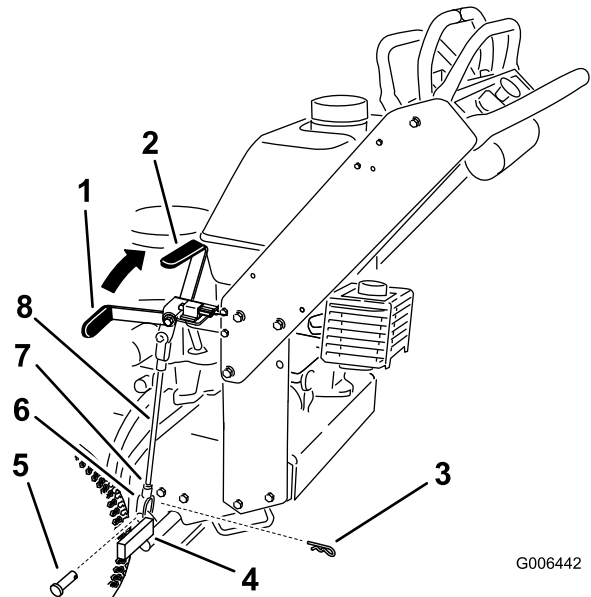

Figure 36
Remarque: Quand le frein est serré, la poignée doit être à la position 1 heure (Figure 36).
5. Desserrez les écrous de blocage supérieur et inférieur (Figure 36).
6. Pour régler le frein, retirez la goupille fendue et l'axe de chape du levier de frein inférieur (Figure 36).
desserrez le frein, raccourcissez la tige entre les chapes (Figure 36).
8. Fixez la chape au levier de frein inférieur avec la goupille fendue et l'axe de chape (Figure 36).
9. Serrez les écrous de blocage supérieur et inférieur (Figure 36).